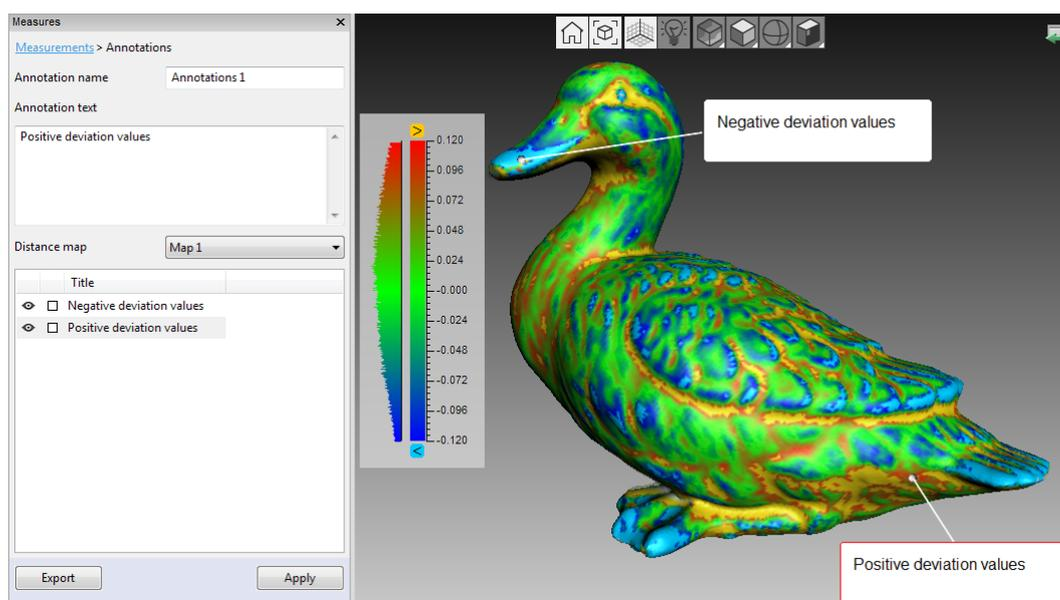

Рис. 10.13: Аннотация на модели с картой расстояний
Инструмент *Аннотаций* позволяет вам пометить заслуживающие внимания поверхности или карты расстояний. Аннотация может состоять из одной или нескольких меток, которые выглядят как прямоугольные ярлыки с соединительными линиями, указывающими на соответствующие элементы поверхностей (см. Рис. 10.13).
5. Для создания новой метки повторите шаги 3 и 4. Каждая новая метка, помимо появления на поверхности, добавляется в список аннотаций на панели *Измерения* (см. Рис. 10.13). Вы можете скрыть/отобразить метки в списке или изменить их цвет. Для этого нажмите ПКМ и выберете соответствующую опцию из контекстного меню. Также можно использовать флаг  для отображения/скрытия меток и квадратную кнопку для изменения их цвета.
- Выберите метку в окне *3D вида* и ее граница станет красной (см. выделенную метку на Рис. 10.13). Нажмите клавишу Del.